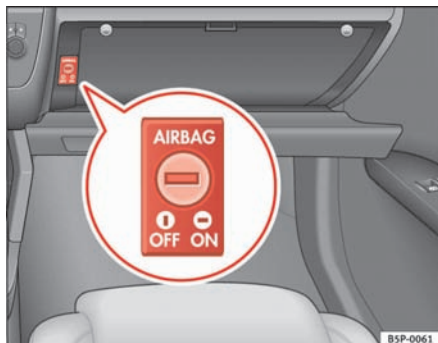

Fig. 26 I handskerummet: nøglekontakt til til- og frakobling af forsædepassagerens airbag
- Sæt tændingsnøglen i nøglekontakten i handskerummet, og drej den til positionen **OFF** ⇒ fig. 26.
- Sæt tændingsnøglen i nøglekontakten i handskerummet, og drej den til positionen **ON** ⇒ fig. 26. ▶